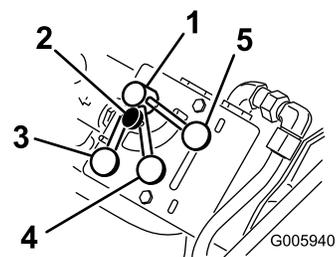

Рисунок 8
Гидравлическое оборудование тягового блока (т. е. фрикционная передача, стрелы погрузчика и механизм наклона навесного орудия) работает от гидравлической системы, отдельной от вспомогательной гидравлической системы навесных орудий, имеющих привод; однако обе эти системы питаются от одного гидравлического насоса. Используя ручку управления делителем потока (Рисунок 8), можно изменять скорость гидравлического оборудования тягового блока, направляя поток гидравлической жидкости во вспомогательную гидравлическую систему. Таким образом, чем больше гидравлической жидкости будет направлено во вспомогательную гидравлическую систему, тем медленнее будет перемещаться гидравлическое оборудование тягового блока.
**Примечание:** Ручку управления делителем потока можно зафиксировать в определенном положении путем поворота головки по часовой стрелке до упора в шкалу (Рисунок 8).